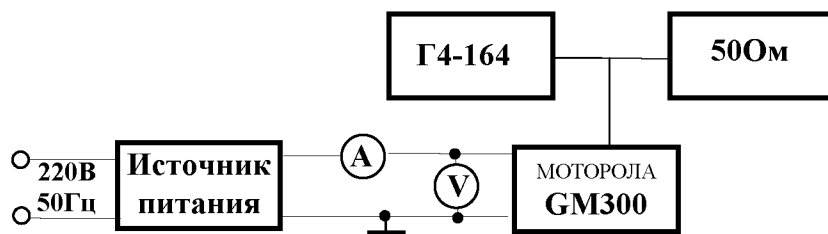

Рисунок 1.1.
7.1. Собрать схему, приведенную на рис. 1.1. Установить напряжение источника питания 13,8В. Включить радиостанцию.